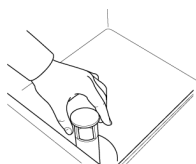

Fig.39
- 6- Ouvrir la porte et enlever le trop-plein. (Fig.39)